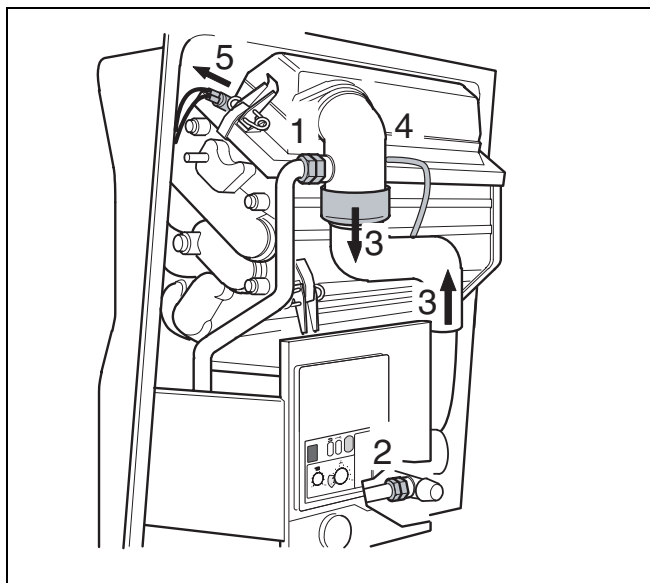

Fig. 33 Îndepărtarea racordurilor
- Se slăbește înșurubarea la duzele de gaz (fig. 33, poz. 1) și la supapa de siguranță (fig. 33, poz. 2).
- Se desface furtunul dintre ventilator și arzător (fig. 33, poz. 3).
- Se desfac furtunurile de la punctele de măsurare a presiunii diferențiale (fig. 33, poz. 4).
- Ștecherul se scoate din termostatul arzătorului (fig. 33, poz. 5).